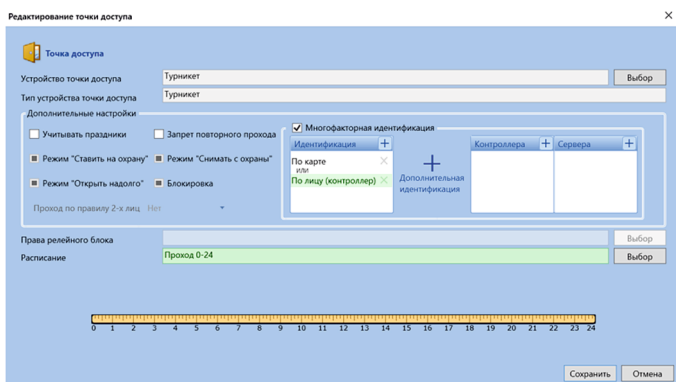

Рис. 19. Настройки уровня доступа для режима «Карта или лицо»
3. Для режима «Карта ИЛИ лицо», добавьте в раздел «Идентификация» – «По лицу (контроллер)» (рис. 19), а для режима «Карта И лицо» добавьте в в раздел «Контроллер» – «По лицу» (рис. 20).